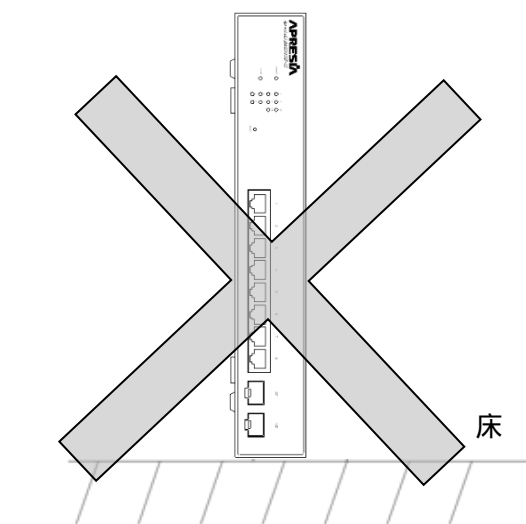

図 3-2 悪い設置例
- (1) 本装置の横に物を置かないでください。装置内部の冷却のための通風孔を塞ぎ、故障の原因となります。
- (2) 本装置の上に花瓶や飲物等を置かないでください。
- (3) 本装置を設置する場合は換気のための適切な空間として本装置側面の通風孔を塞がないよう十分なスペース(目安として約 100mm 以上)を空けてください。
- (4) 本装置を直接、床などに縦置きで使用しないでください。装置内部の冷却のための通風孔を塞ぎ、故障の原因となります。(図 3-2 参照)
- (5) 熱を発する機器を本装置の近傍に設置すると、発熱やエアフローの干渉により、片方あるいは双方の機器の冷却効果が十分には発揮できず、早期の故障を招く恐れがあります。特に、19 インチラックの上下に実装する場合のような機器が密集する設置場所では、機器のエアフローやラックの構造、配線状況を検討した上で、機器間に 50mm 程度のスペースを設けるなど、余裕を持たせた実装をご検討ください。